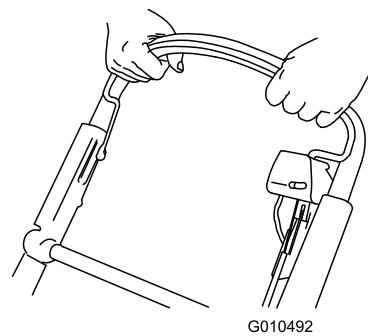

Figura 26
2. Sujete la barra de control de la cuchilla contra el manillar (Figura 26).